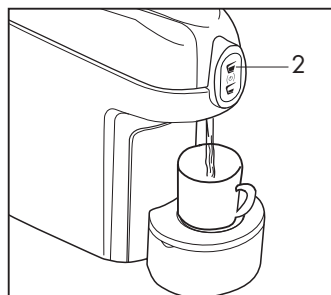

Abb.5
- Die Symbole (2-3) blinken abwechselnd, bis die Temperatur erreicht ist; wenn die Symbole (2-3) fest leuchten, ist das Gerät betriebsbereit. Stellen Sie eine Tasse auf das Gitter und drücken Sie dann die Abgabesymbole (2-3) je nach Modell, das Gerät spendet Wasser (**Abb. 5**) Drücken Sie das Symbol nochmals, wenn die gewünschte Wassermenge erreicht worden ist. Das Gerät ist gereinigt, wenn mindestens 3 Tassen Wasser abgegeben worden sind.